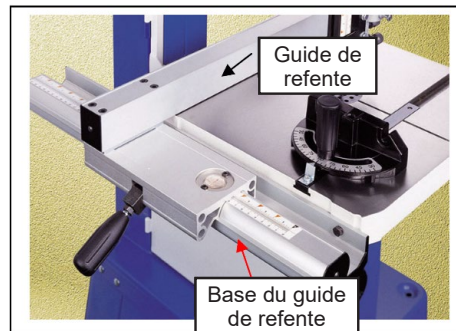

Figure 6
1. Fixez la base du guide à la table en fonte à l'aide de deux boulons à tête hexagonale M6 x 20 et de deux rondelles élastiques M6. (Reportez-vous à la Figure 6).